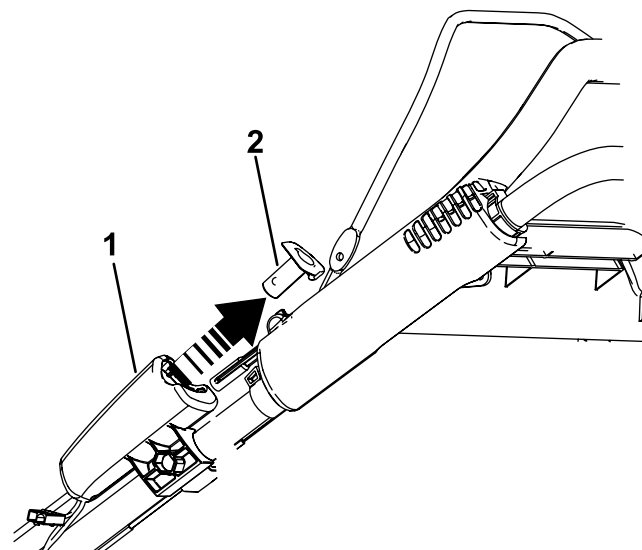

Bild 27
1. Entfernen Sie den Taster für Elektrostart (Bild 27).